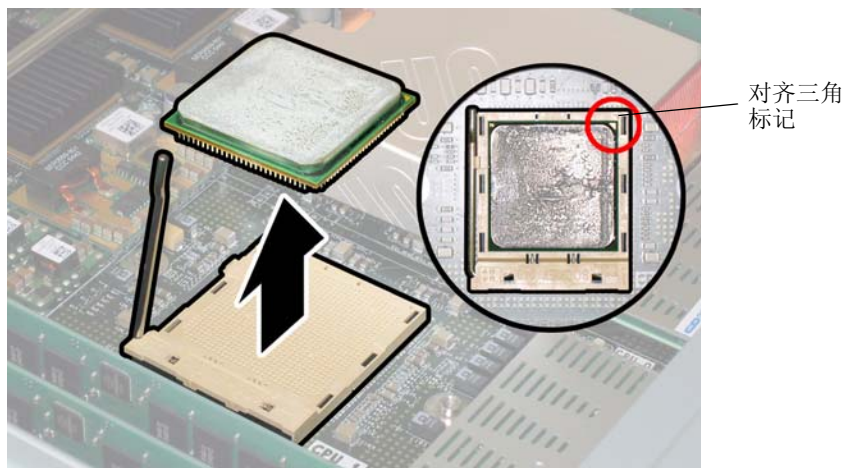

图 3-47 从插座中拆卸 CPU
e. 从插座中拔出 CPU，让拉杆仍处于垂直（即打开）位置。请参见图 3-47。